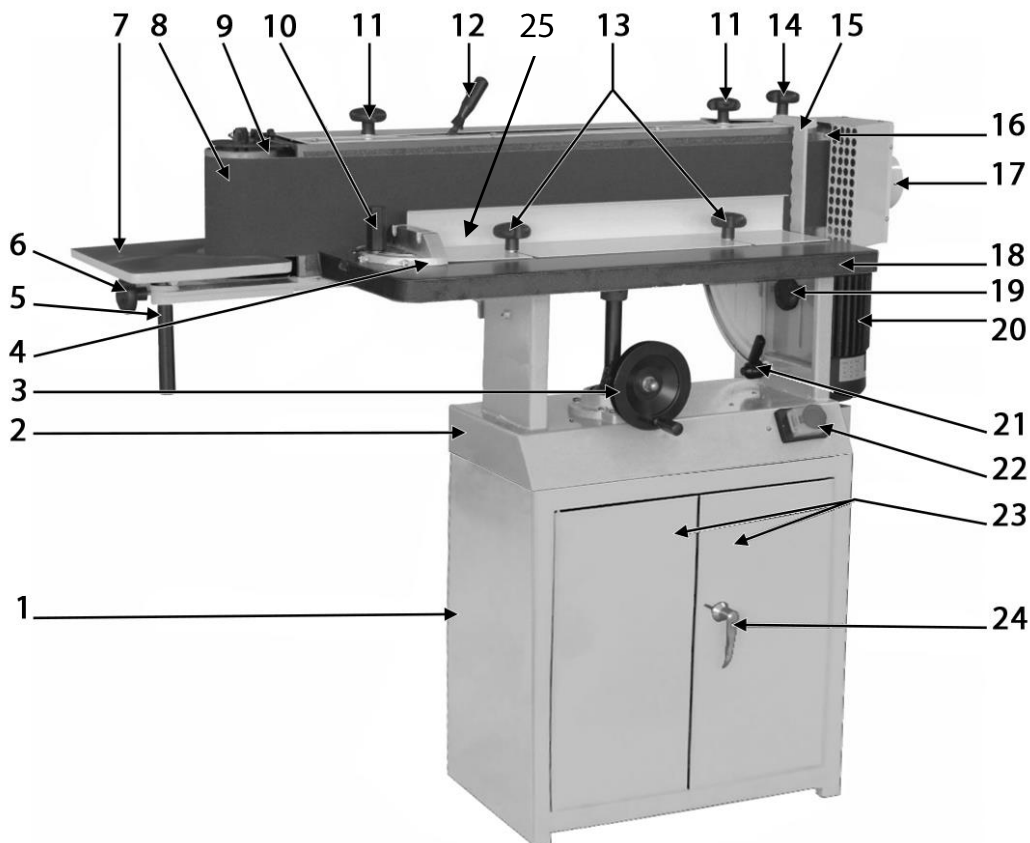

Рисунок 2.
Выберите место для станка. Установите основание (1), рис. 2, на ровный пол. Пол должен быть рассчитан на массу изделия.